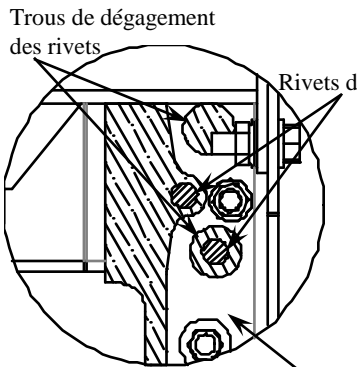

FIGURE 2
1. SOULEVER LES SUPPORTS LATÉRAUX EN POSITION, EN ALIGNANT LE TROU DE PASSAGE DU RIVET ET L'ENCOCHE DU SUPPORT SUR LES RIVETS. FIXER AU LONGERON. (VOIR LA FIGURE 2)